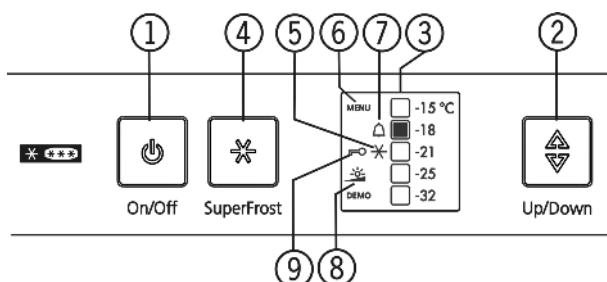

Fig. 3
- ▶ nacisnąć przycisk On/Off Fig. 3 (1).
- ▷ Urządzenie jest włączone. Wskaźnik temperatury i symbol alarmu Fig. 3 (7) migają aż do osiągnięcia wystarczająco niskiej temperatury.